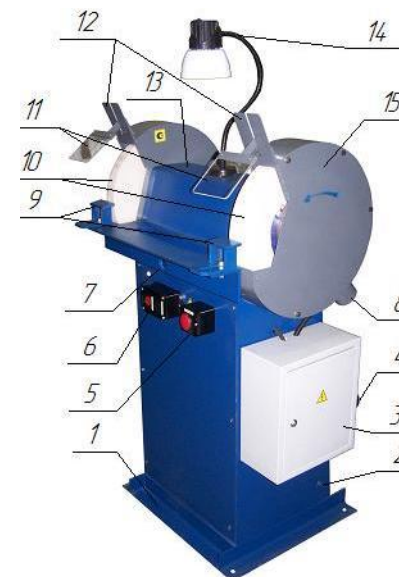

Рис.2 Общий вид станка:
- Зазор между шлифовальным кругом и металлическим экраном 12 (рис.2) должен быть не более 6мм.
5.1. Общий вид станка, его основные узлы и детали, входящие в комплект поставки, показаны на рис. 2.
5.2. Станок состоит из сварной станины (рис. 2, поз. 1), на которую установлены электрошкаф 3, кожухи шлифовальных кругов 15, защитное ограждение вала 13. Внутри станины установлен электродвигатель, на валу которого посажен шкив, через который посредством клиновых ремней передается вращающий момент на шкив вала. Шкив вала шлифовальных кругов 10 жестко крепится на валу посредством шпонки и гаек, планшайбы шлифовального круга скреплены между собой тремя винтами и крепятся на цилиндрической части вала с помощью гайки (рис. 3). Кожух шлифовального круга представляет собой отдельный сборный узел, который имеет съемную боковую стенку для замены шлифовальных кругов. В нижней части каждого кожуха имеется патрубок 8 Ø70 мм для подключения вытяжной вентиляции и отвода абразива. Остальные конструктивные части станка показаны на рис. 2.
Данная модель станка ТШЗ-2 оборудована концевым выключателем модели см.таблицу 3, который блокирует работу станка при поднятом защитном экране (рис.2 поз.11).
7.3.4. Необходимо постоянно контролировать зазор между шлифовальным кругом 10 (рис.2) и подручником 9, он должен быть не более 2мм.
7.3.5. Необходимо постоянно контролировать зазор между шлифовальным кругом и металлическим экраном 12 (рис.2), он должен быть не более 6мм.